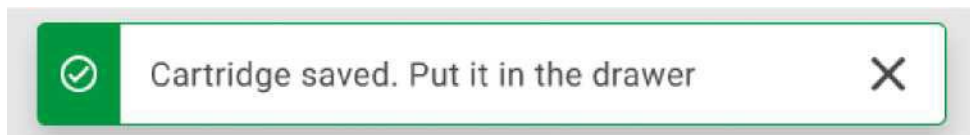

Рис. 27. Экран сохранения картриджа
11. После успешного сканирования в верхней части экрана ненадолго появится следующее диалоговое окно (рис. 27).